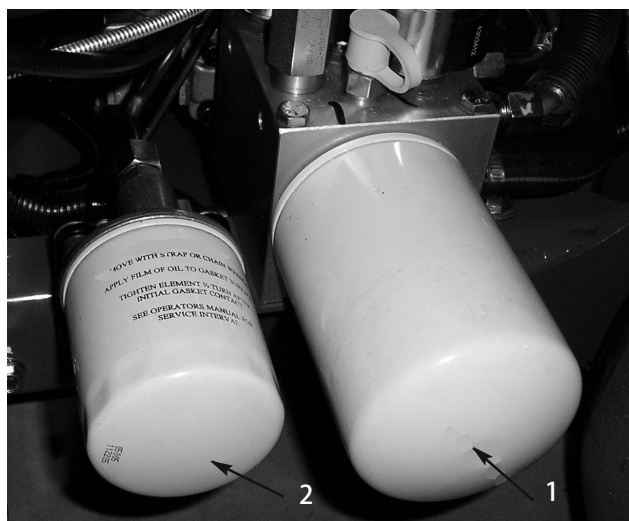

図 51
2. フィルタの下に容器を置き、フィルタを外し、フィルタ・アダプタのガスケット部をきれいに拭く (図51)。